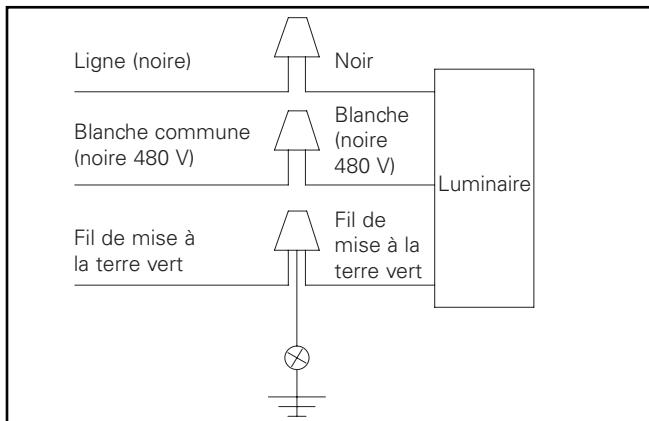

Figure 4.
- Effectuez les branchements des fils à l'intérieur du bras de fixation. Consultez le schéma de câblage pour les connexions d'alimentation. Raccordez les fils d'alimentation aux fils de sortie appropriés du luminaire: (Figure 4.)
- Raccordez les fils à l'intérieur du luminaire. Consultez le schéma de câblage pour les connexions d'alimentation. Raccordez les fils d'alimentation aux fils de sortie appropriés du luminaire: (Figure 4.)